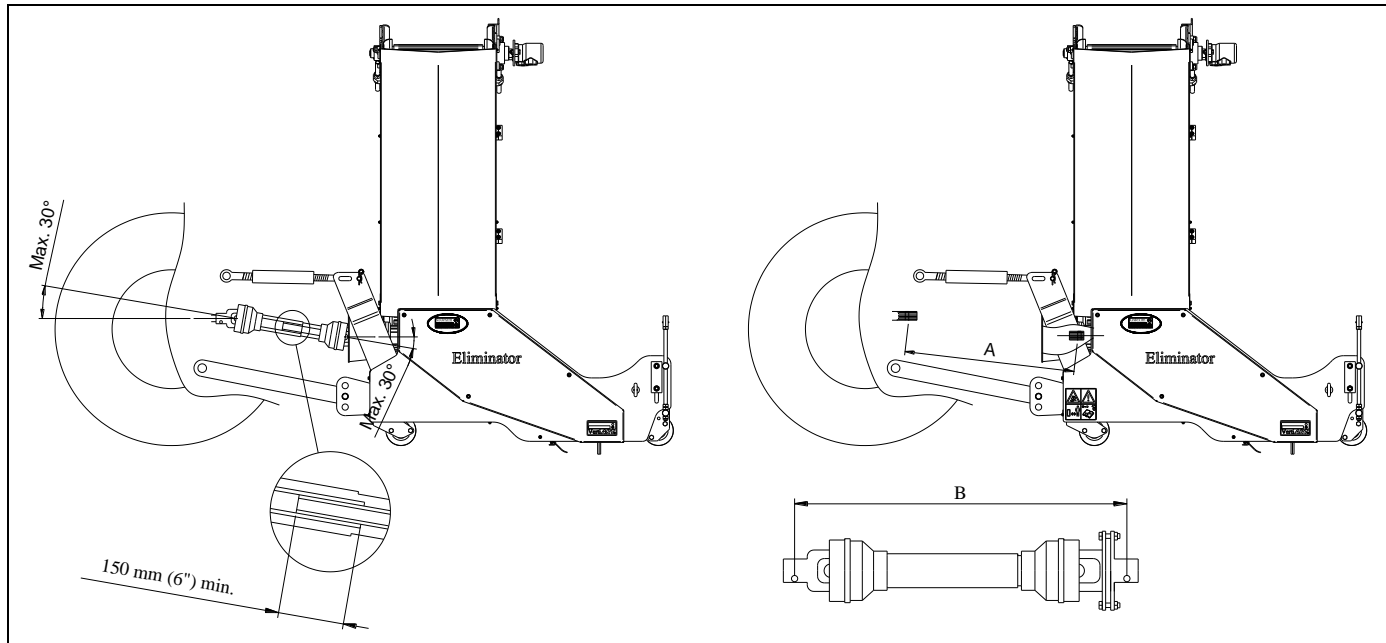

Fig. 8
5.1 LONGITUD DE LA TOMA DE FUERZA (Fig. 8)